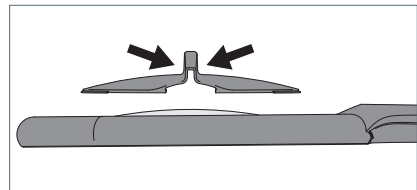

Fig. 3: Lupenabdeckung montieren.
- Drücken Sie die Lupenabdeckung am oberen Teil zusammen, siehe Fig. 3.